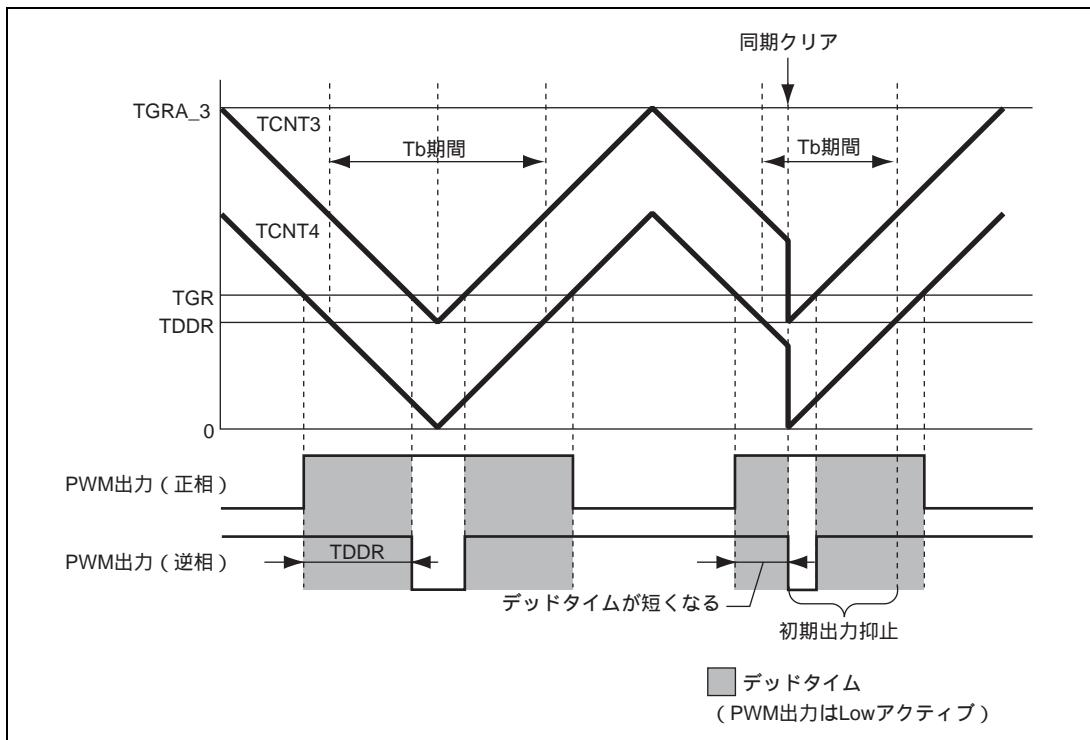

図 10.136 条件 (1) の同期クリア例
条件 (1) 初期出力の抑止期間 にて、PWM 出力がデッドタイム期間中に、同期クリアする（図 10.136）。